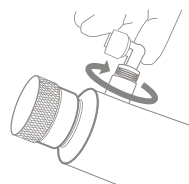

Рис. 17
16. Используя фитинги\*\* из комплекта поставки, плотно закрутите их на корпусе УФ-установки (рис. 17). Для уплотнения соединений допускается использовать фум-ленту.